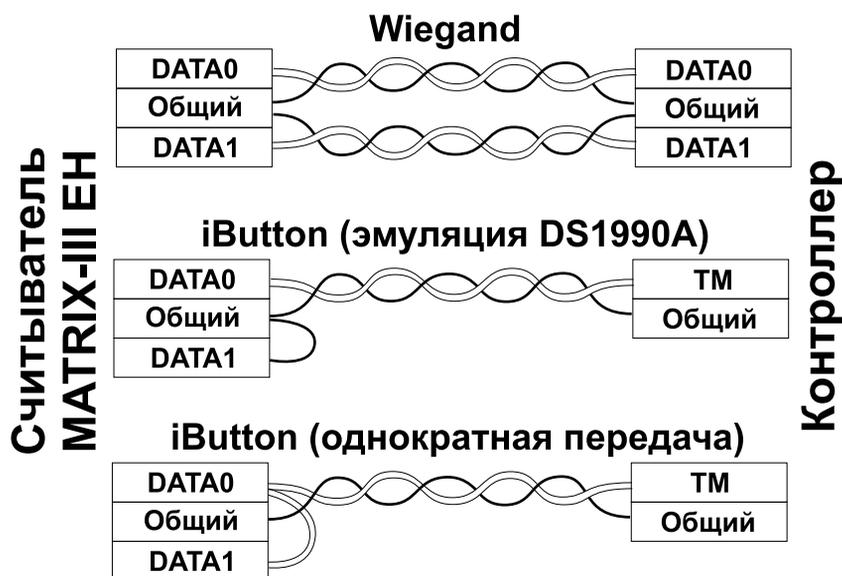

Рис.1 Выбор протокола передачи.
- при подключении по Weigand-26 первая витая пара подключается между GND и DATA0, а вторая витая пара подключается между GND и DATA1 (рис.1).